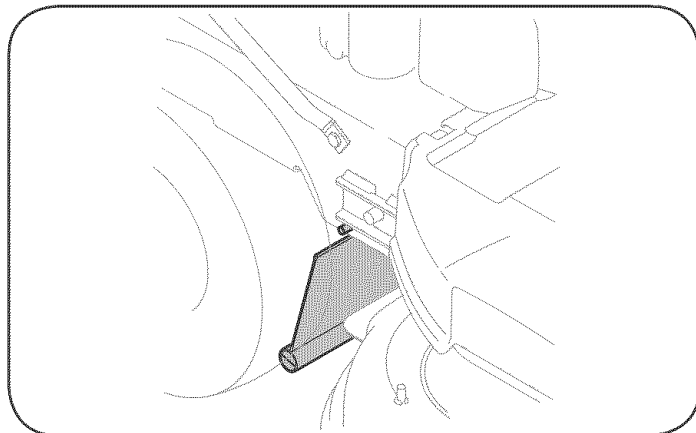

Figura 19
1. Doble el escudo posterior hacia adentro a cada lado para liberar las lengüetas de los agujeros en el bastidor de la cortadora, Figura 19.